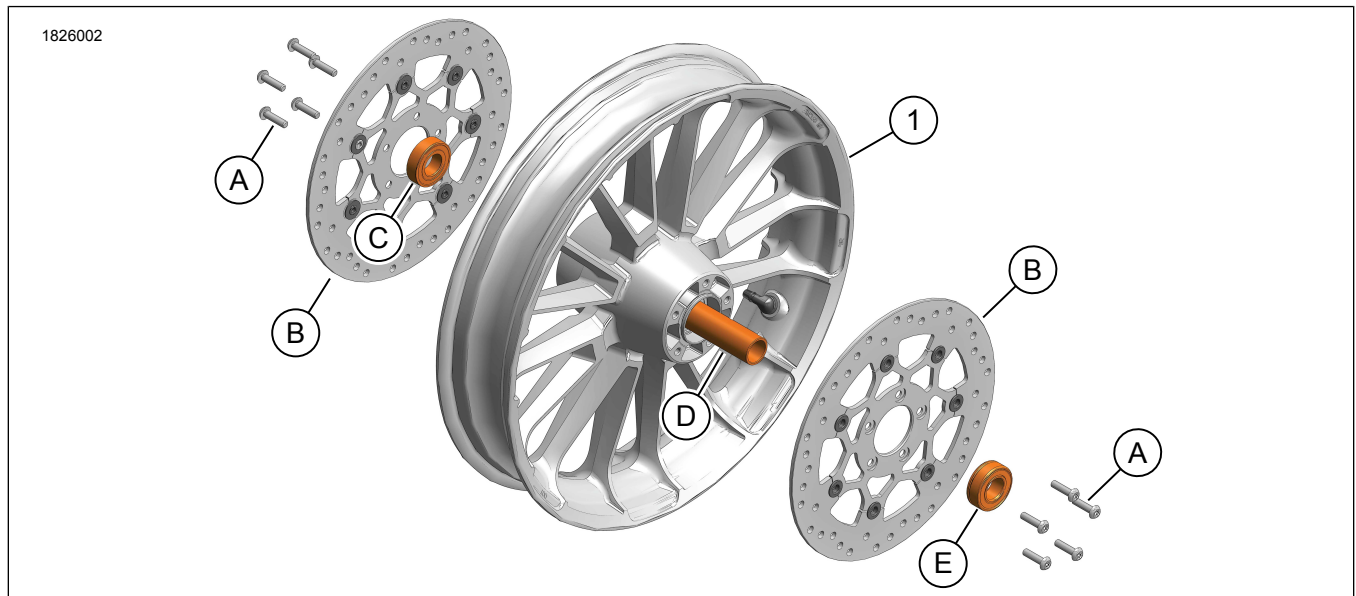

Abbildung 1. Inhalt des Satzes: HD Roulette 19" Rad
2. Siehe Abbildung 1. Die Vorderradbremsscheiben entfernen.
- a. Die Schrauben (A) entfernen.
- b. Die Original-Vorderradbremsscheiben (B) entfernen.
5. Das Radlagerdistanzstück (D) entfernen.
3. Siehe Abbildung 1. Das Lagerdistanzstück (D) und **neue** gekapselte Radlager (C, D) einbauen.